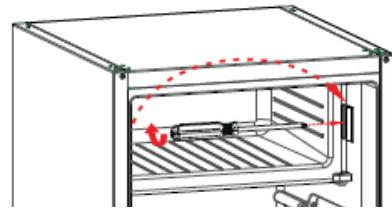

Abb. 8
- ▶ Lösen Sie die Schraube des Gefrierfachschlosses und entfernen Sie das Schloss (Abb. 8).